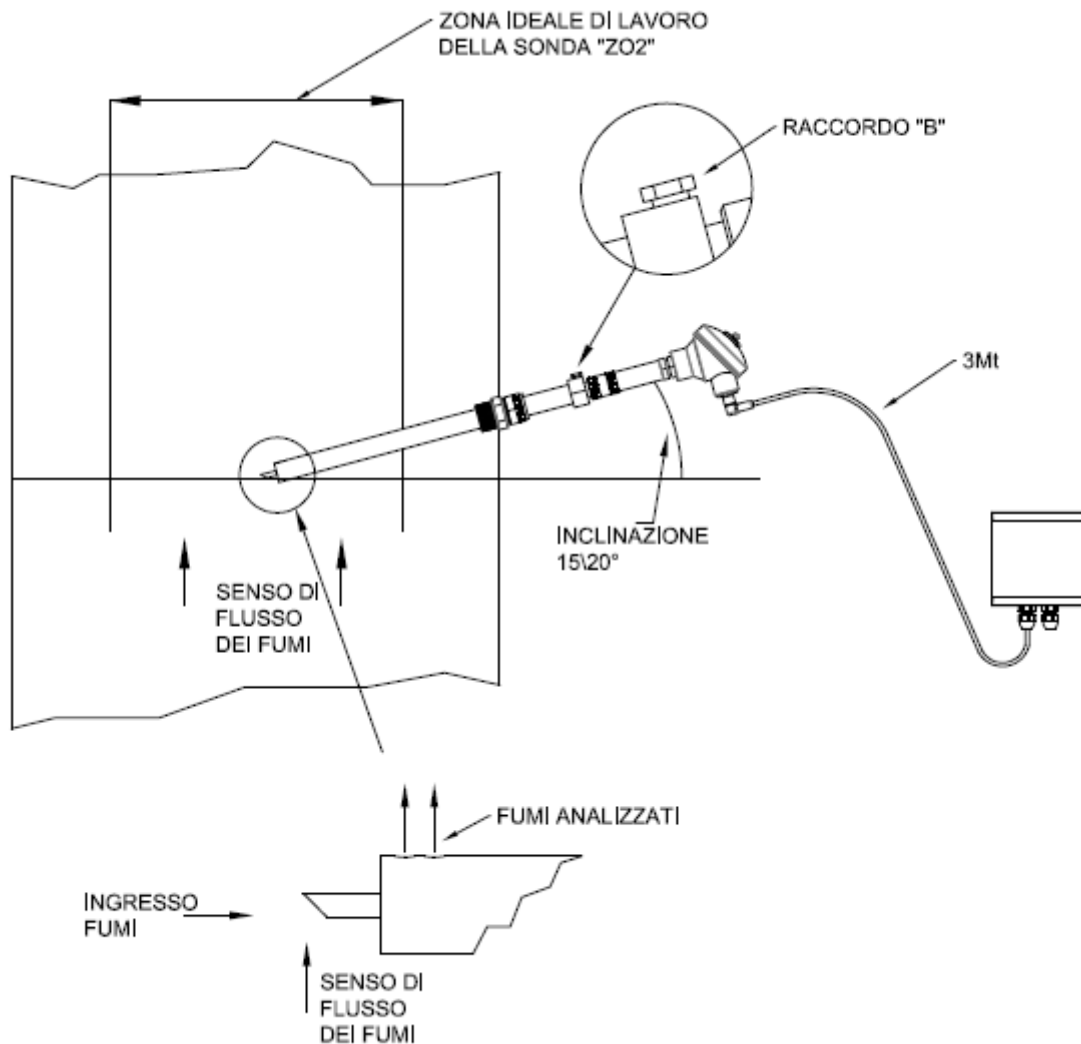

Figura 2
- Inserire la sonda nella zona centrale del condotto, come indicato in figura 2, e quindi bloccare la sonda serrando il nipplo di fissaggio